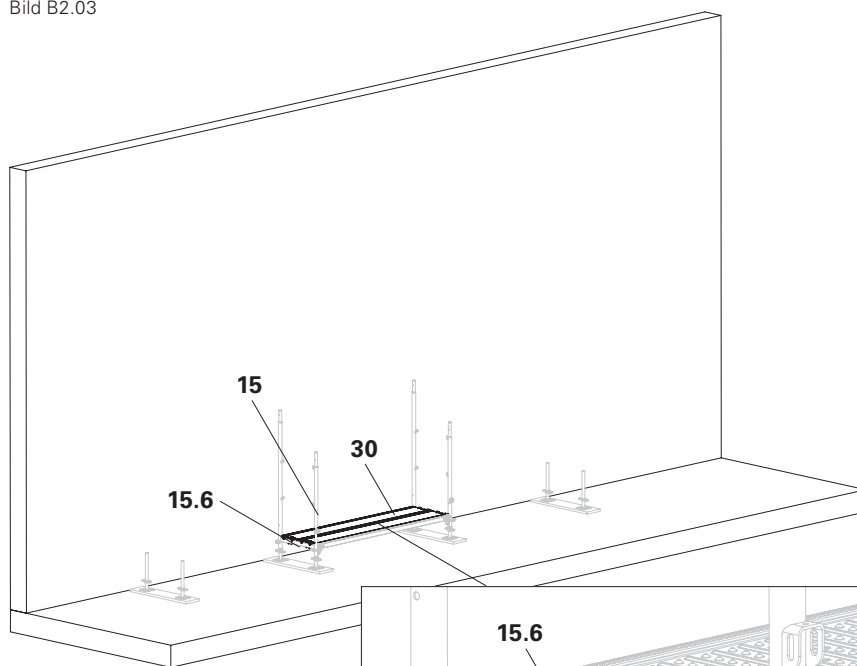

Bild B2.04
1. Ta upp plan (30) i mitten och lägg den på tvärbalkarna (15.6) på grundramen EVA (15).
- Planen har monterats. (Bild B2.04)